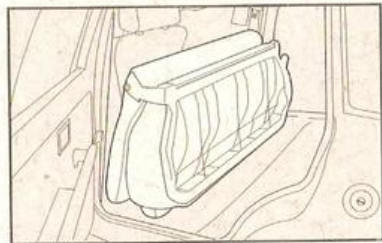

fig. 69
- 4) Incline hacia adelante el asiento trasero completo de manera que se obtenga una superficie de carga única fig. 69.